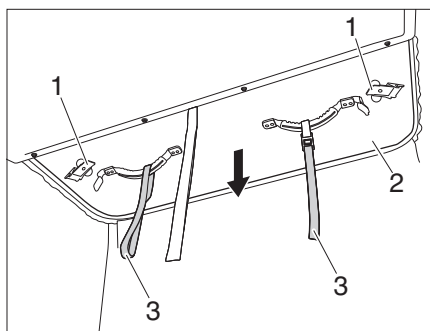
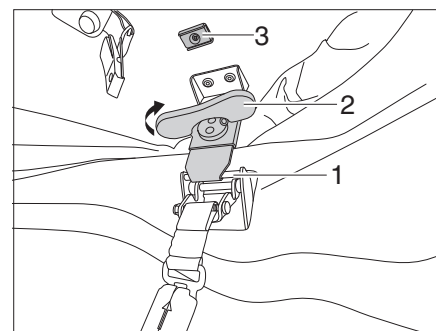

Figura 40 Tirar el techo elevable hacia abajo
Figura 41 Apretar el bloqueo
- ▷ Asegurarse de que las palancas de cierre (Figura 40,1) están fijadas en la parte superior del imán.
- Comprobar si las cerraduras están fijadas por los imanes (Figura 41,3).
- Tirar el techo elevable (Figura 40,2) de los tiradores (Figura 40,3) hacia abajo.
- Soltar las palancas de cierre (Figura 40,1) del imán (Figura 41,3) y engancharlas en el enclavamiento (Figura 41,1).
- Girar el tirador giratorio (Figura 41,2) del bloqueo en el sentido de las agujas del reloj, hasta que el bloqueo está fijado.
- Plegar el tirador giratorio (Figura 41,2) hacia arriba.